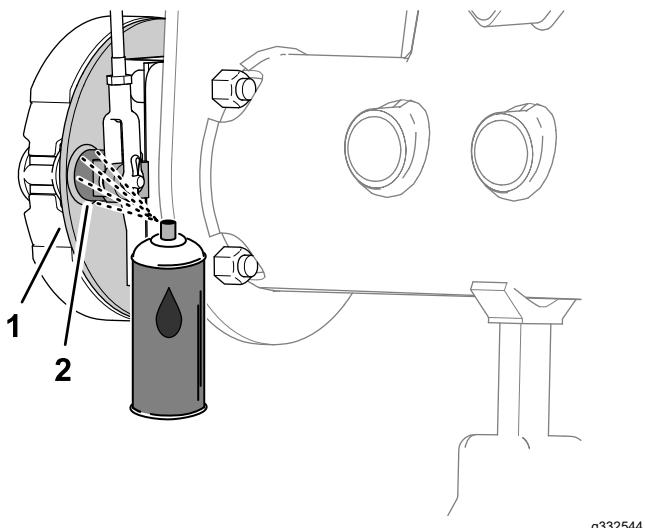
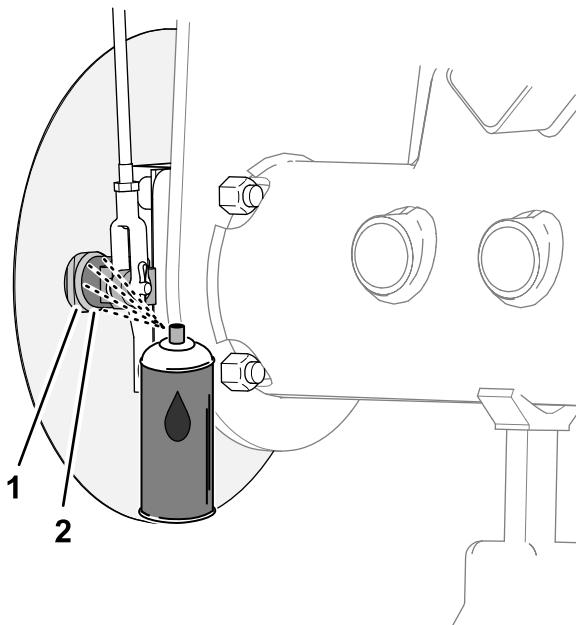

Figure 68
Figure 69
- Sur l'intérieur du plateau de frein (modèles sans l'option déflecteur d'herbe de jante) ou du déflecteur d'herbe de roue (modèles avec l'option déflecteur d'herbe de jante), pulvérisez du dégrippant entre l'arbre à came de frein et le plateau de frein (Figure 68 ou Figure 69).